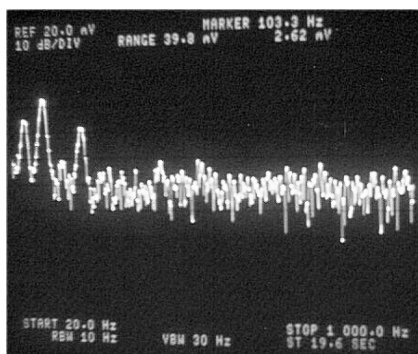
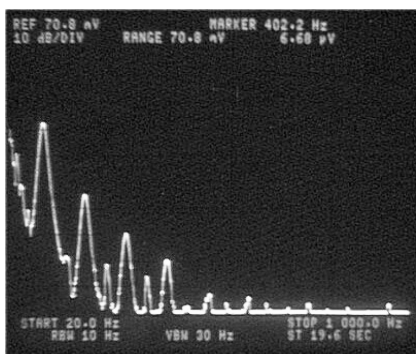

Рис. 8. Пульсации и шум (стабилизатор)
Рис. 9. Пульсации и шум (LC-фильтр)
3. Уровень пульсаций выходного напряжения и общий уровень шумов. Для этой цели к источнику подключался резистивный эквивалент нагрузки, а к точкам Г и А – спектроанализатор. Результаты измерений показаны на рис. 8 и рис. 9.